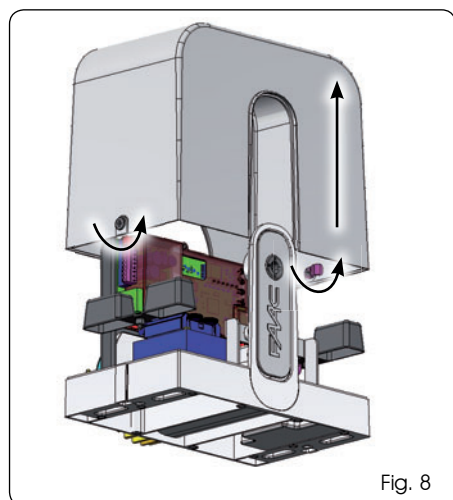

Fig. 8
1. Enlever le carter de couverture en tournant les butées ad hoc de 90° et en le soulevant (Fig. 8).